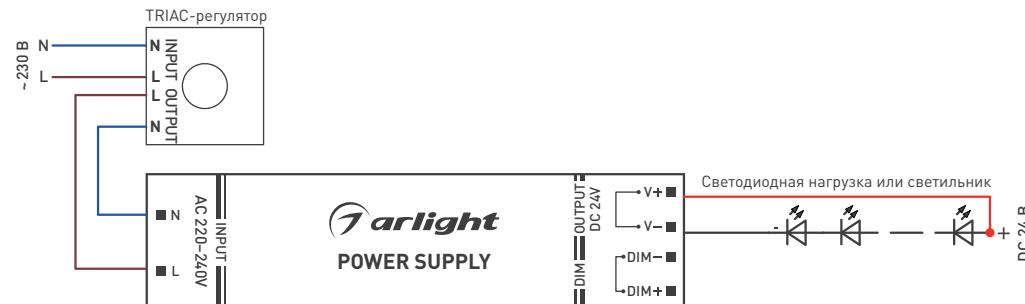

Рис. 1. Пример подключения источника питания с TRIAC-регулятором
- 3.6. Подключите провода обесточенной электросети или TRIAC-регулятора к входным клеммам источника питания со стороны **INPUT** (**L** — фазовая клемма, **N** — нулевая клемма) согласно схеме, поставляемой с TRIAC-регулятором [пример подключения приведен на рис. 1].